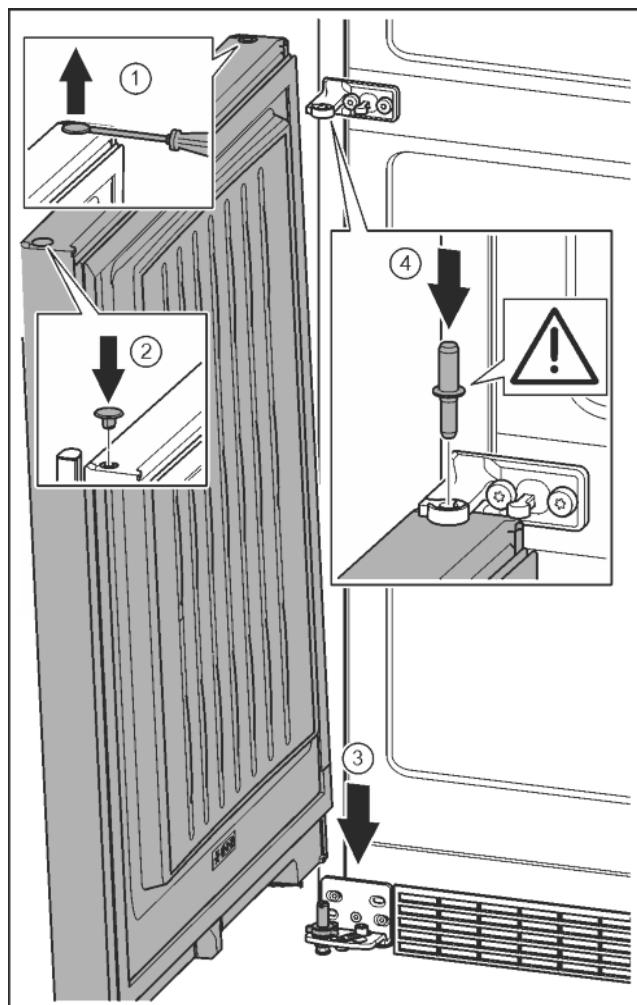

Fig. 22
- Stop voorzichtig met een sleufschroevendraaier optillen en eruit trekken. Fig. 22 (1)
- Stop op de andere deurzijde weer aanbrengen. Fig. 22 (2)
- Deur van boven op de onderste lagerbout plaatsen. Fig. 22 (3)
- Het midden van de lagerbout door het midden van de lagerbus in de onderste deur aanbrengen. Let op dat de vergrendelnok naar achter wijst. Fig. 22 (4)